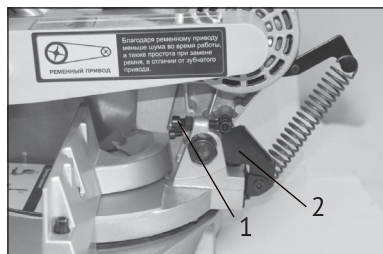
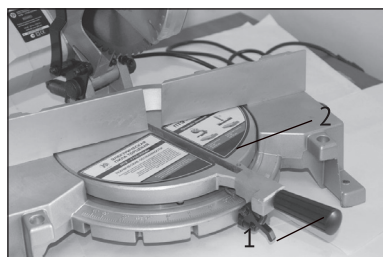

рис.6
рис.7
-при необходимости, регулировка глубины пропила осуществляется специальным регулировочным болтом (рис.6 поз.1).
-для установки угла поворота ослабьте фиксирующую рукоятку поворотного основания (рис.7 поз.1);
-установите необходимый угол распила и надёжно затяните фиксирующую рукоятку поворотного основания (рис.7 поз.1).
-для облегчения транспортировки пилу следует сложить в транспортировочное состояние. Для этого следует полностью опустить режущий блок пилы и зафиксировать его в нижнем положении с помощью стопорного рычага (рис.6 поз.2).Закрепите поворотное основание с помощью фиксирующей рукоятки поворотного основания (рис.7 поз.1);